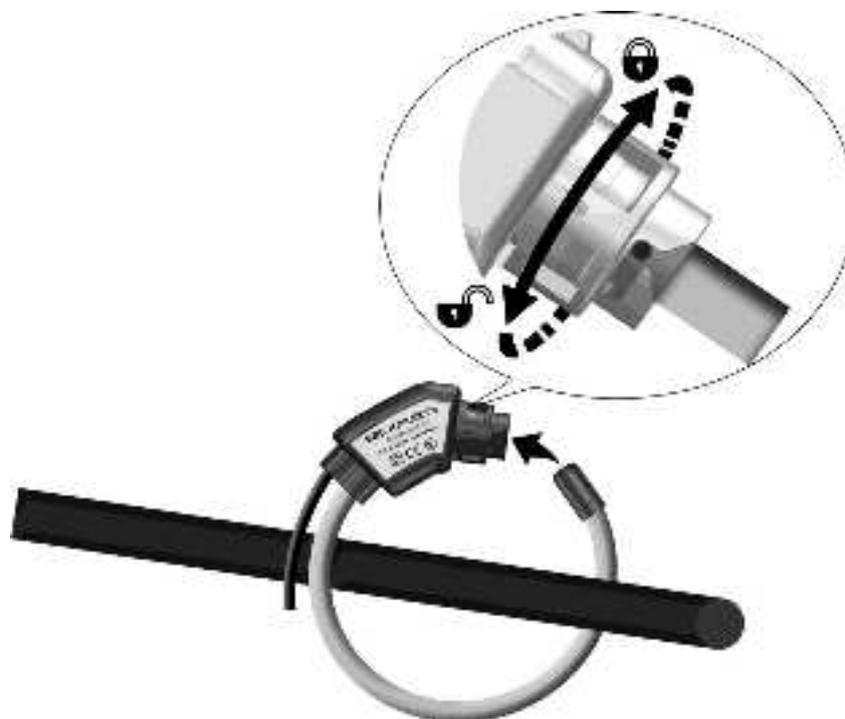

Fig. 3: Collegamento della pinza HTFLEX35e sul conduttore
2. Fissare la chiusura ruotando in senso orario la ghiera come indicato nella Fig. 3